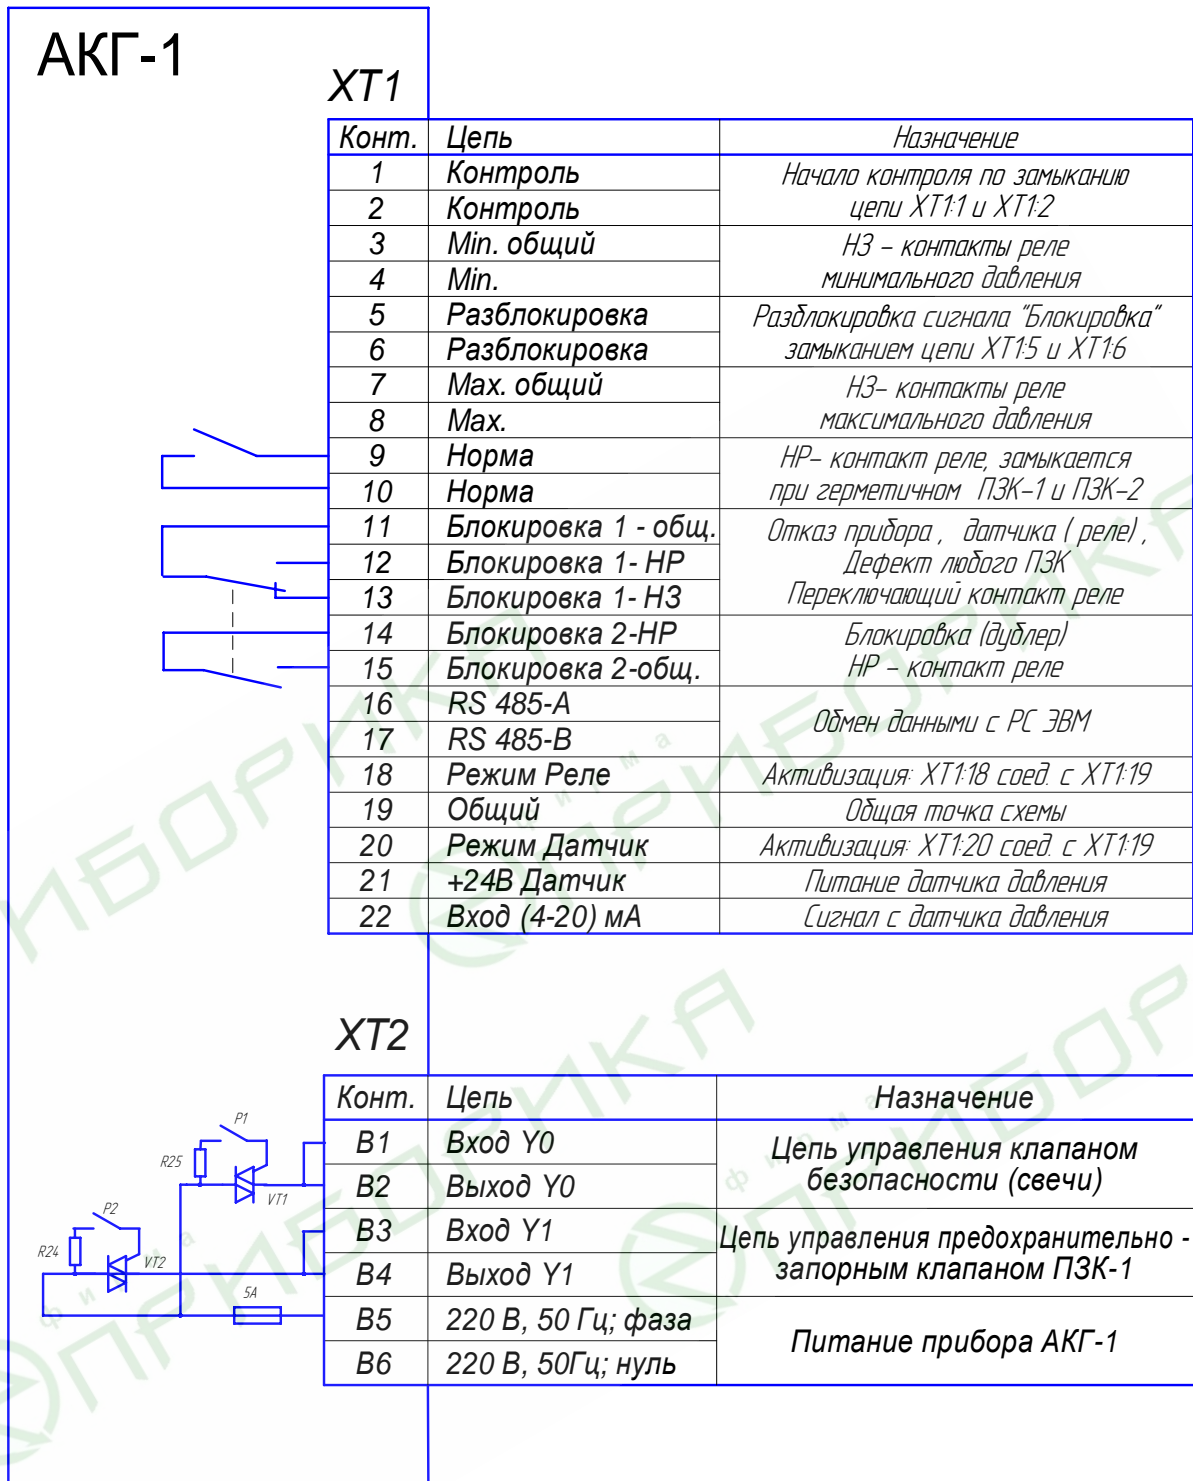

Рис.5 Выходные электрические цепи прибора
4.3. Выходные электрические цепи прибора и их назначение приведены на Рис.5.